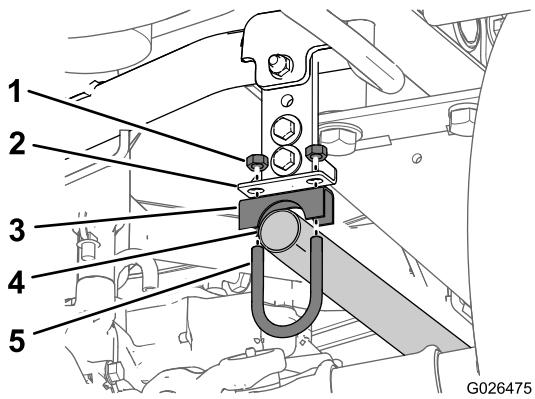

Figura 11
3. All'estremità aperta del tubo di scarico supportate il tubo montando senza stringere un bullone a U (1-1/4 poll.), una staffa a sella (1-1/4 poll.) e 2 dadi nel tubo e nella staffa del tubo di scarico (Figura 11).
**Nota:** Non serrate il morsetto nella staffa del tubo di scarico (Figura 11).